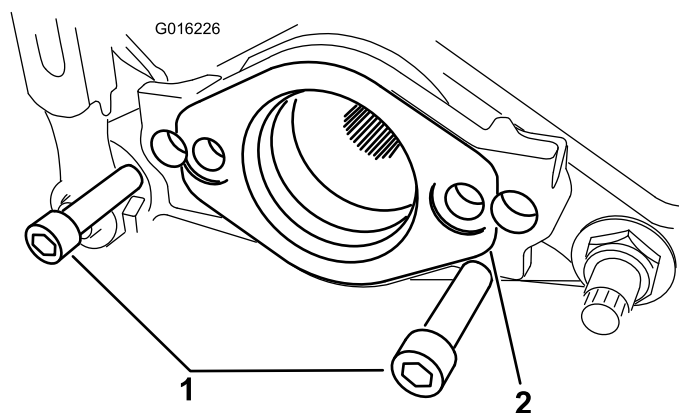

Figura 3
7. Si el kit se instala en una máquina **TriFlex 3300, 3320, 3400 o 3420**, retire los 2 pernos que sujetan el soporte del motor al extremo izquierdo de la unidad de corte. Retire el soporte del motor (**Figura 3**).